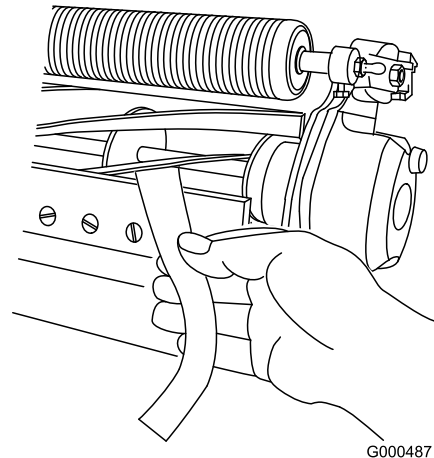

Figura 13
10. Teste o desempenho de corte inserindo uma fita comprida de desempenho de corte (Número de peça Toro 125-5610) entre o cilindro e a lâmina de corte, perpendicular à lâmina de corte (Figura 13). **Lentamente** rode o cilindro para a frente; deve cortar o papel.